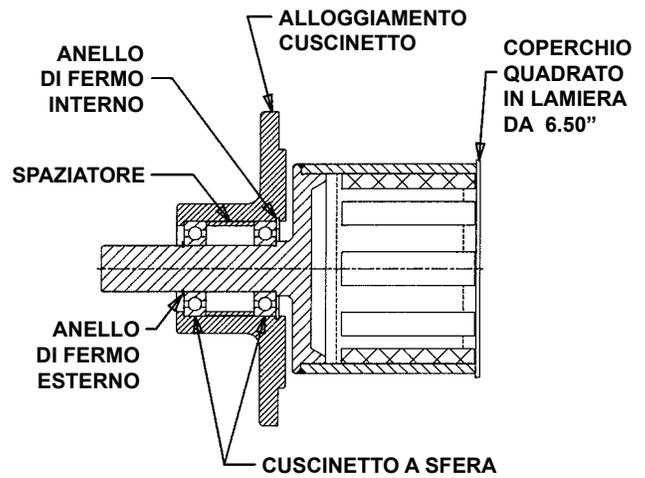

FIGURA 12
1. Fare riferimento alla Figura 12 per l'identificazione delle parti. Coprire l'estremità aperta del magnete esterno con un pezzo di lamiera o di cartone. Questo terrà i corpi estranei lontani dalla zona del magnete. Metter il gruppo con la faccia sotto con l'albero rivolto verso l'alto e rimuovere le manopole.